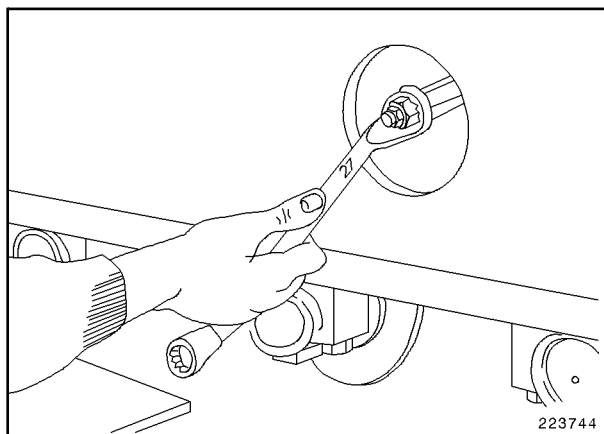

Fig. 6
- Poner una llave poligonal sobre la válvula de relleno (Fig. 6).